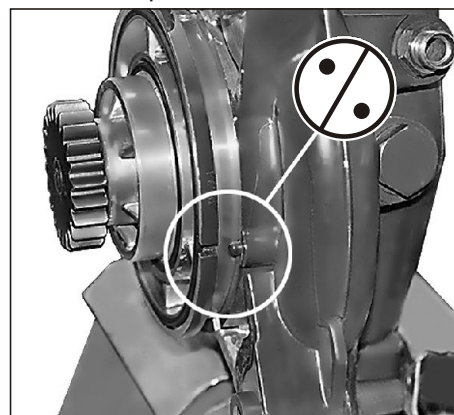

Рис. 75. Установка крыльчатки насоса водяного.
2. Установить корпус подшипника с осью, крыльчаткой и шестерней насоса водяного в сборе соблюдая направление (см. Рис. 75).
3. Установить термостат (5).